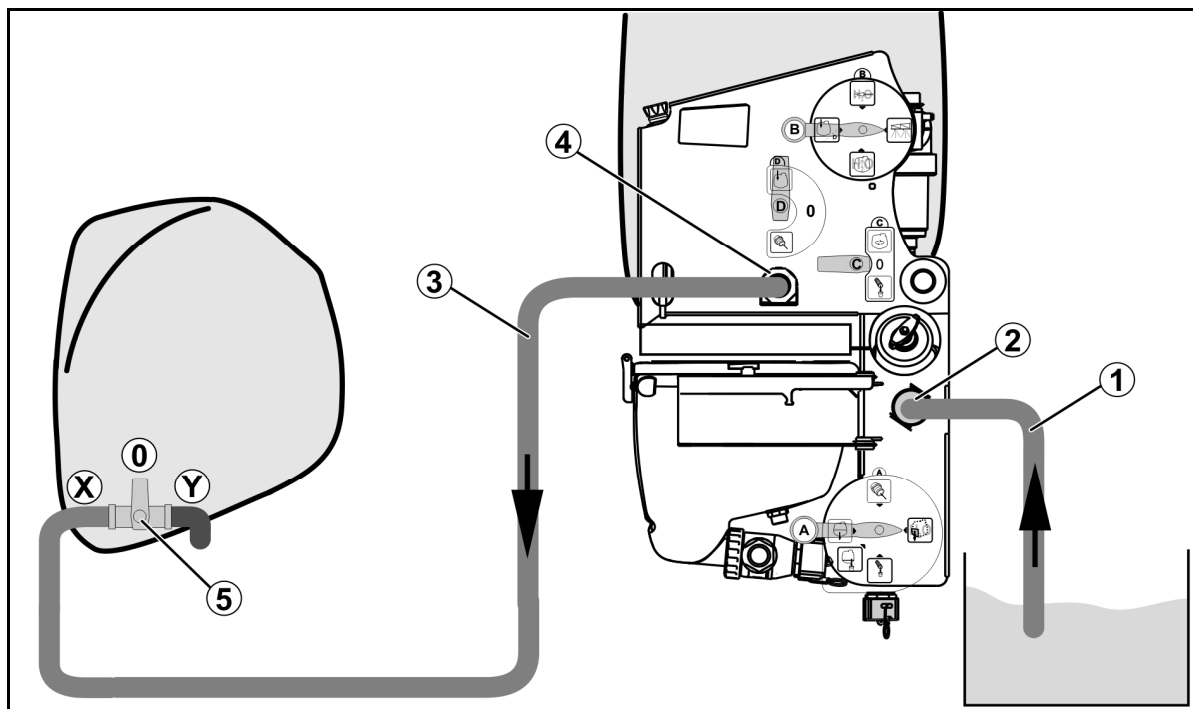

Fig. 12
1. Koble sugeslangen (Fig. 12/1) sammen med påfyllingskoblingen (Fig. 12/2).
3. Koble forbindelsesslangen til fronttanken (Fig. 12/3) sammen med tilkoblingen for hurtigtømming (Fig. 12/4).
4. Koblingsventilen på fronttanken (Fig. 12/5) i posisjonen **X**.